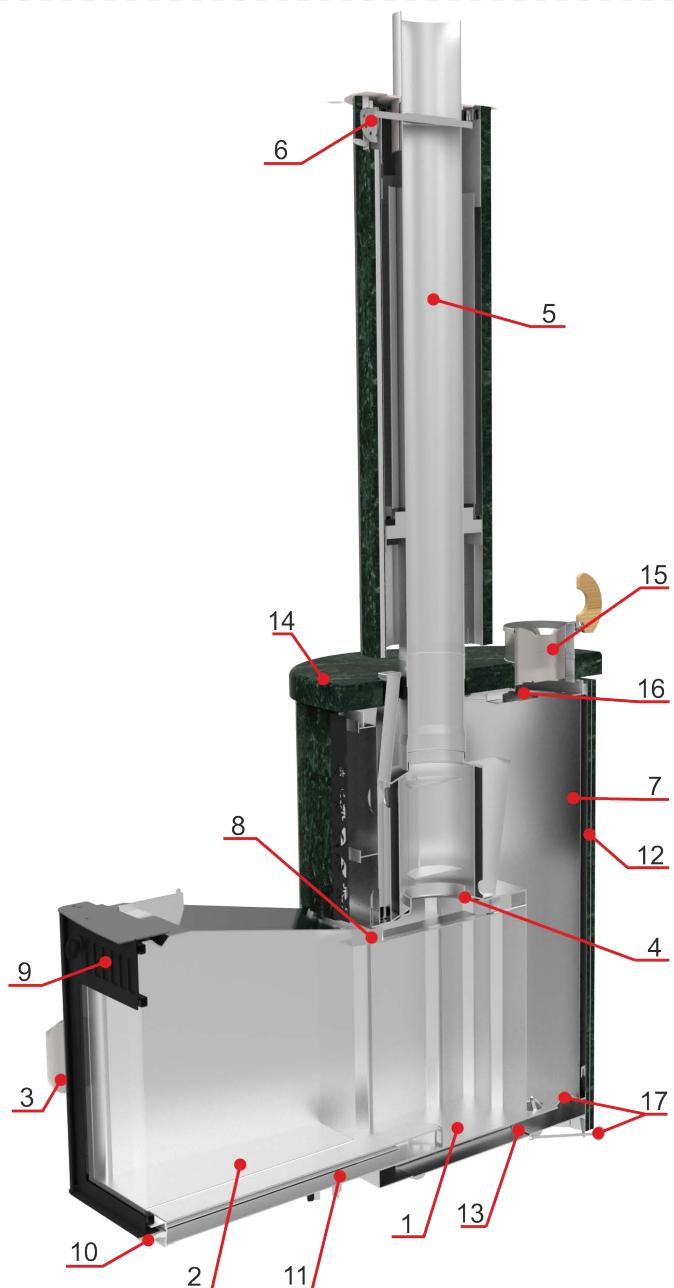

Рисунок 5.1. Принципиальная схемы.
**5.1.** Печь для русской бани (рис. 5.1) включает следующие основные элементы: топка (1), тоннель (2), дверца (3), выходной патрубок (4), дымоотводящий канал (5) с шибером (6) и закрытая емкость (7) для камней. В топке (1) смонтирован дымовой зуб-завихритель пламени (8). Основной воздухозаборник (9) с регулируемой заслонкой расположен в верхней части дверцы (3), над экраном, выполненном из прозрачной керамики (стеклокерамика). Нижний воздухозаборник (10) с регулируемой заслонкой установлен внизу тоннеля (2). Там же смонтирован воздушный канал (11). Топка (1) и каменка (7) имеют общий защитный декоративный кожух (12), состоящую из ламелей и каменной столешницы. Подача воздуха в зону горения и регулирование интенсивности горения осуществляются через основной (9) и дополнительный (10) воздухозаборники. Шибер (6) предназначен для перекрытия дымового канала в неработающей печи. Во время монтажа печи подвижную часть тоннеля фиксируют в стене и герметизируют. Емкость (7) для камней выполнена в виде цилиндра, установленного на нижнее основание (14) топки (1). Крышка (14) – каменная столешница, состоит из двух симметричных частей для установки дымоотвода (5) и воронки (15). Опорная пластина с встроенным устройством распределения (16) служит для подачи и равномерного распределения воды на камни. С внешней стороны цилиндр (7) имеет две консольных обечайки (вверху и внизу) для монтажа облицовки (12) (ламелей). Ламели – это каменные полосы сечением 20x40 мм в металлическом бандаже имеют специальные кронштейны для монтажа на емкость (7) предназначенную под закладку камней. В нижней части емкости для камней выполнено вентиляционное отверстие (17) с регулируемой заслонкой. Воронку (15) устанавливают в посадочное место на крыше (14).